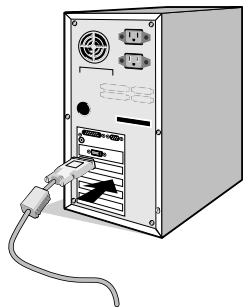

Abbildung A.1
3. **PC:** Verbinden Sie ein Ende des Signalkabels mit dem Anschluss der Grafikkarte an Ihrem Computer (**Abbildung A.1**). Ziehen Sie die Schrauben fest.